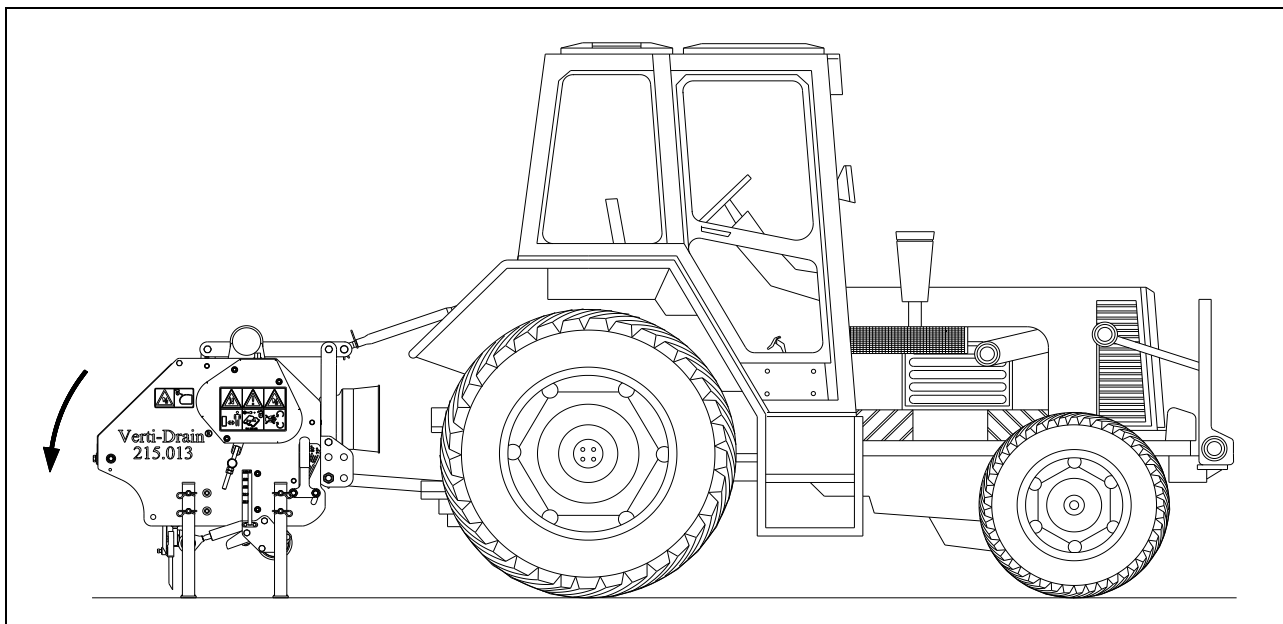

Fig. 12
3. Monte las patas de tal manera que el Verti-Drain®vaya a parar a las patascuando la máquina descienda más (véase la fig. 12).